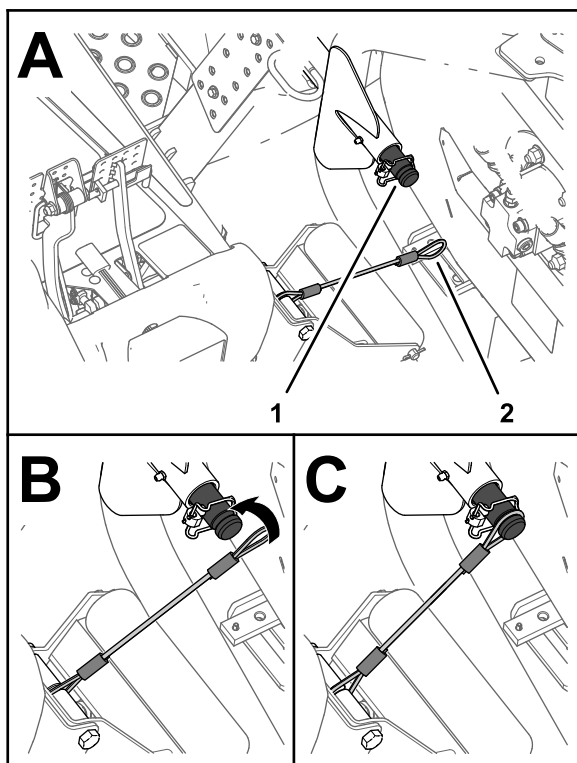

Figure 40
5. Placez le cordon devant l'arbre porteur du bras de levage de l'unité de coupe extérieure avant (Figure 40).
6. Enfilez la boucle du cordon sur l'arbre porteur et engagez-le complètement dans la gorge de l'arbre (Figure 40).